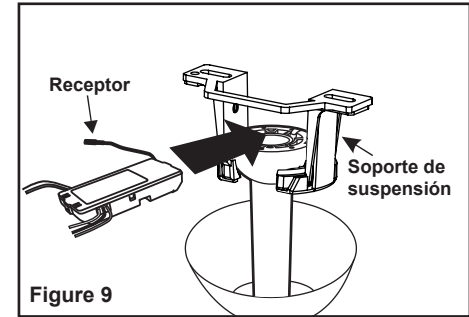

Figure 9
Paso 1. (Fig. 9) Instale el receptor en la abrazadera de montaje, el lado plano debe quedar hacia arriba.